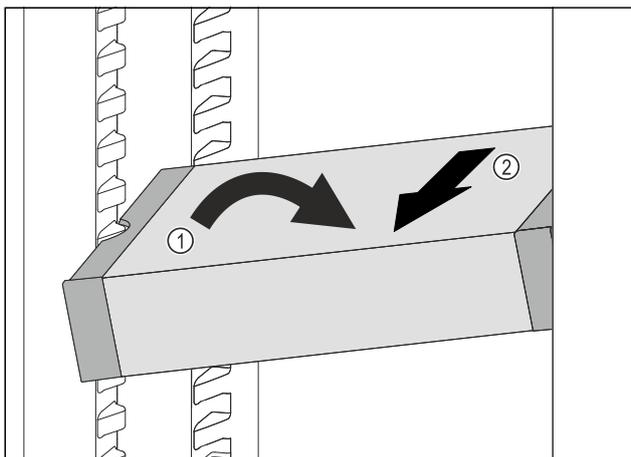

Fig. 116
- ▶ Встановити VarioSafe під кутом в охолоджувальному відділенні. Fig. 116 (1)
- ▶ Витягнути VarioSafe вперед. Fig. 116 (2)